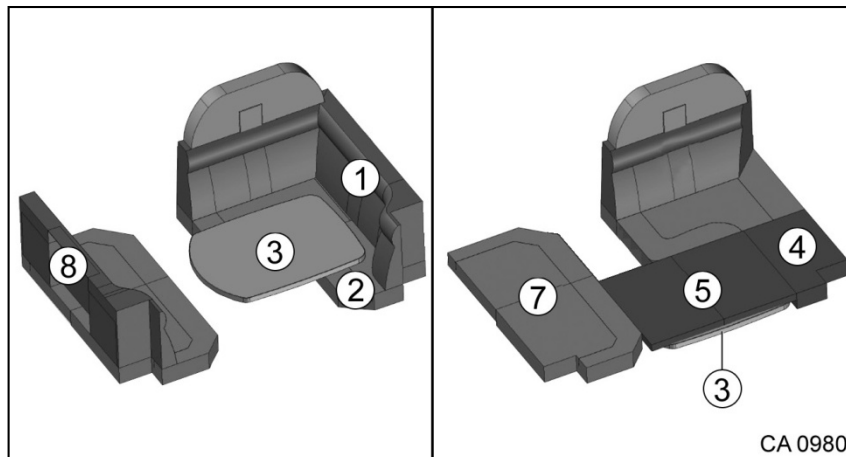

Fig. 66 Transformer les canapés en couchage pour la nuit
1. Enlever le coussin dossier (Fig. 66/1) et le coussin d'assise (Fig. 66/2).
2. Abaisser la table (Fig. 66/3).
3. Mettre en place le premier coussin d'appoint (Fig. 66/4).
4. Mettre en place le deuxième coussin d'appoint (Fig. 66/5).
5. Enlever le coussin dossier (Fig. 66/8).
6. Enlever le coussin (Fig. 66/7).
10. Remettre en place le coussin d'assise (Fig. 66/7).